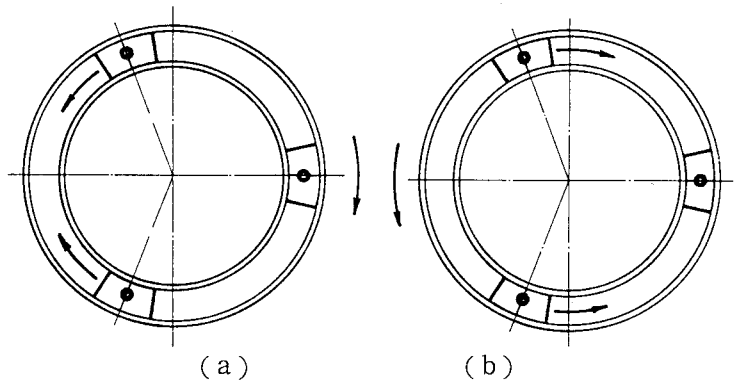

図1-22
(7) バランスを取る。
① 2個のバランス駒を少しずつ同じ量移動させてバランスを取る。
• 図1-21において、スイングフレームが時計方向に移動する場合は、2個のバランス駒を重心側に少しずつ同じ量だけ移動する(図1-22(a))。
• スイングフレームが反時計方向に移動する場合は、2個のバランス駒を重心と反対側に少しずつ同じ量だけ移動する(図1-22(b))。